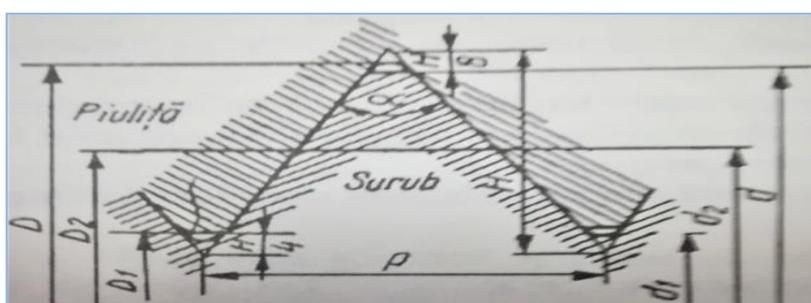

Figura 3
b. Comparați elementele geometrice ale filetului reprezentat în Figura 3, cu cele ale piesei selectate și notați denumirea/caracteristicile elementelor geometrice ale filetului în Tabelul 1.